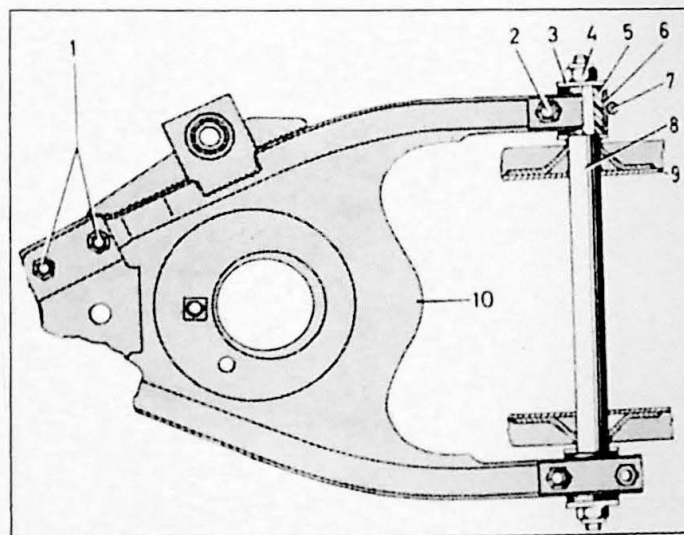

Fig. 10.18. Onderste draagarm, vroegere uitvoering.
2. Verwijder de moeren (2, Fig. 10.18) en verwijder de krammen. Demonteer de moeren (4) en ringen (3).
4. Strijk een zeepoplossing op de rubber bussen (5) en hulzen (6) en monteer deze op de draagarmas (8). Monteer ringen (3) en moeren (4). Bij het aantrekken van de moeren moet het buitenste deel
5. Laat de draagarm zakken en monteer de krammen (7, Fig. 10.18) en moeren (2). Draai de moeren aan met een koppel van 2,0-2,5 kgm.
Verwijder de moeren (2, Fig. 10.18) en de krammen (7) bij de binnenste bevestiging waarna de draagarm verwijderd kan worden.